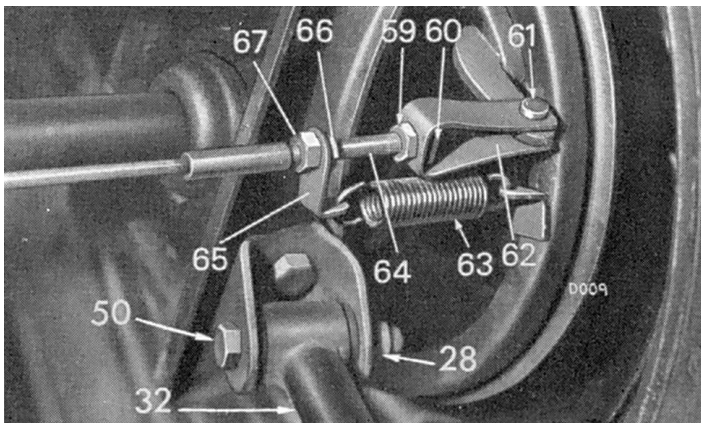
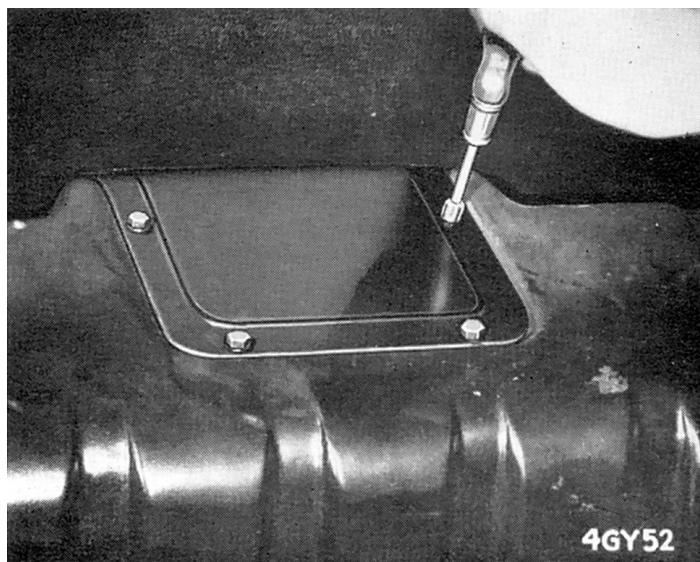
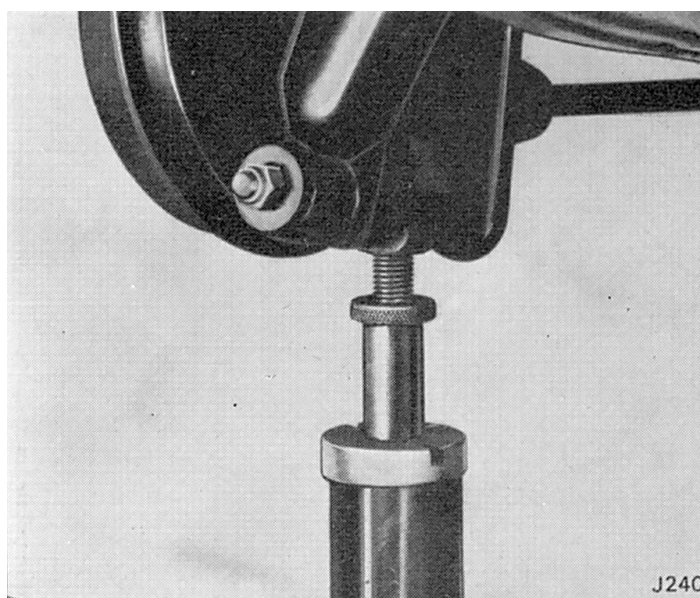

Fig. 42. Fixation du câble de frein à main
Fig. 49. Ouverture/fermeture de la trappe d'accès au ressort de suspension
Fig. 50. Utilisation d'un cric sous le pivot de fusée
2. Débrancher le câble du frein à main (64) du levier de plateau de frein en retirant l'axe de chape (61). Débrancher le ressort (63) (Fig. 42).
6. Retirer les sièges arrière et le revêtement de plancher pour dégager la trappe d'accès au ressort, ouvrir la trappe (Fig. 49).
2. Remettre les trois goujons (42) dans le carter de pont, avec la partie filetée la plus courte en premier. Remettre la plaque d'attache de ressort (3) et serrer les écrous Nylstop (4).
3. Appliquer du produit d'étanchéité "Prestik" sur le bord de la plaque d'accès, replacer la plaque en la fixant avec quatre vis (Fig. 49), et appliquer une bonne quantité de "Seelastik" au joint. Replacer le revêtement de plancher et les sièges arrière.
4. Fixer les supports de fusée (10) aux extrémités du ressort avec les boulons (46), les rondelles (12) et les écrous Nylstop (11). Ne pas serrer les écrous (11) à ce stade.
5. Mettre sur cric les supports verticaux (10), monter les amortisseurs comme indiqué page 4.122 et réaccoupler les arbres de roues au pont arrière.
6. Connecter le câble du frein à main au levier du plateau de frein, remettre le ressort (63) (Fig. 42) et rebrancher le flexible de frein. Régler et purger les freins.
7. Placer un cric roulant sous le carter de pont, enlever les chandelles et, les supports verticaux étant toujours soutenus, baisser l'arrière de la voiture jusqu'à ce que les arbres de roues prennent leur position normale de fonctionnement. Serrer les écrous (11), (8) et (13) fixant les supports verticaux (10) au ressort de suspension).
1. Mettre sur cric le support vertical (10) pour soulager l'amortisseur (9) comme indiqué Fig. 50. Enlever le boulon (44) de la fixation supérieure et l'écrou Nylstop (13) de l'oeil inférieur de l'amortisseur.
1. Mettre sur cric le pivot de fusée pour soulager l'amortisseur, comme indiqué Fig. 50.
- le flexible de frein (57) de sa durite en acier et de l'attache du châssis;
- le câble du frein à main (64) du levier du plateau de frein et le ressort (63) (Fig. 42);